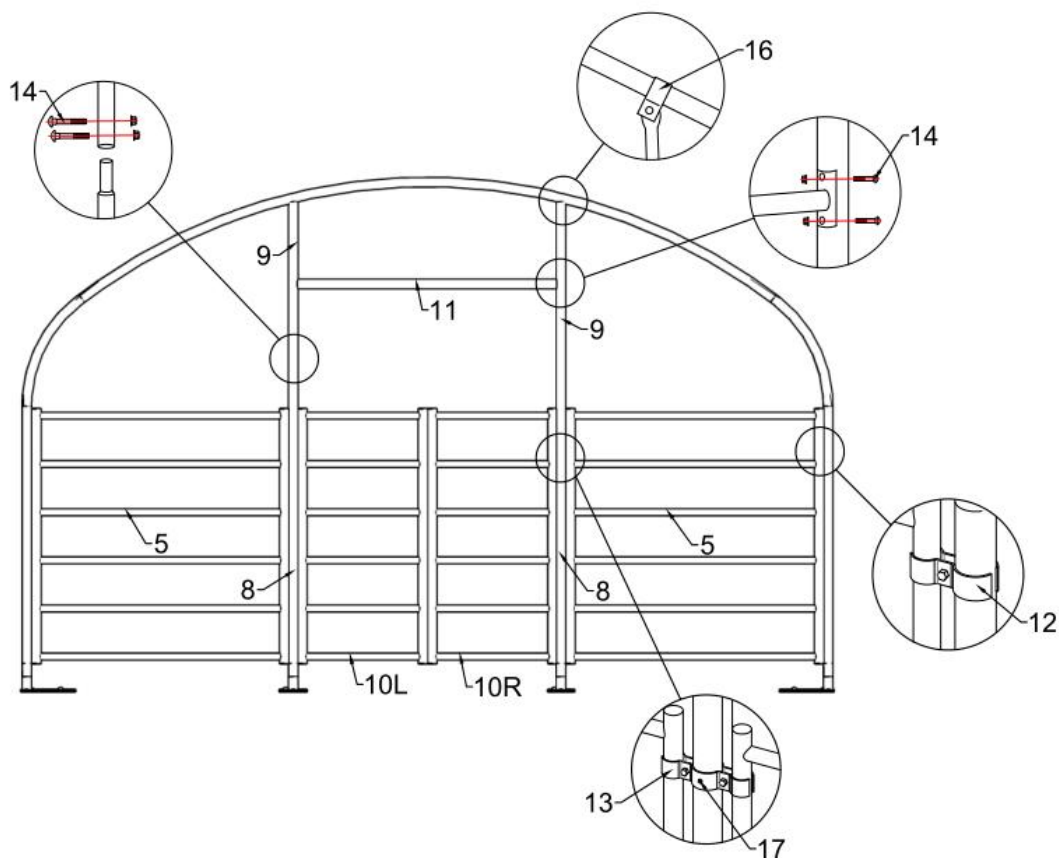

Figure 5
6. Installez les panneaux avant et arrière conformément aux figures 5 et 6.